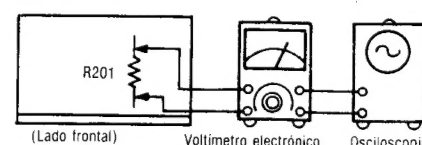

Fig. 9
1. La conexión del equipo de prueba se muestra en la Fig. 9.